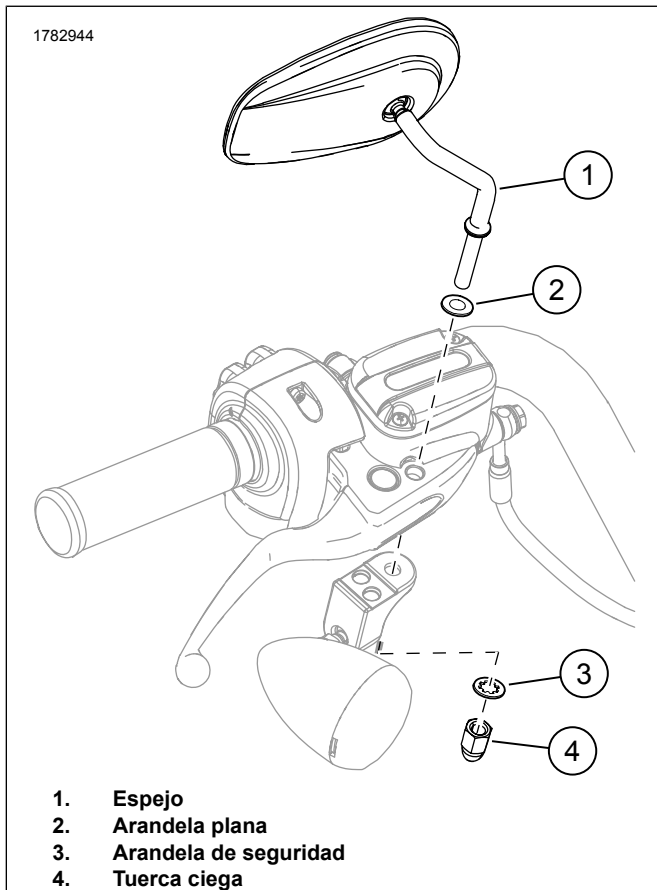

Figura 2. Conjunto del espejo
2. Vea la Figura 2. Instale la arandela plana (2) en el perno del retrovisor.
3. **Vehículos con señales de giro montadas en la parte inferior de las carcasas de las palancas manuales (excepto los modelos XL de 2004 y posteriores):** Asegure el espejo usando la arandela de presión (3) y la tuerca ciega (4).
- b. Asegure el espejo con la arandela plana (2), la arandela de bloqueo (3) y la tuerca tapón (4).